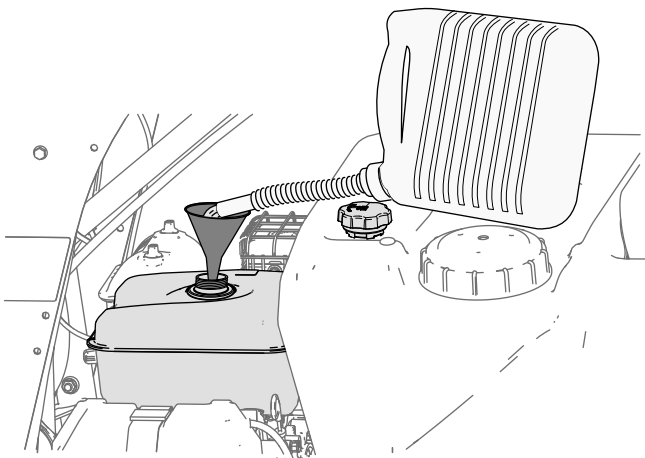

Figura 15
3. Limpie alrededor del tapón del depósito de combustible y retírelo (Figura 15).
4. Llene el depósito con combustible (Figura 15) hasta que el nivel esté a 6 mm – 13 mm (¼" a ½") de la parte superior del depósito. **No deje**